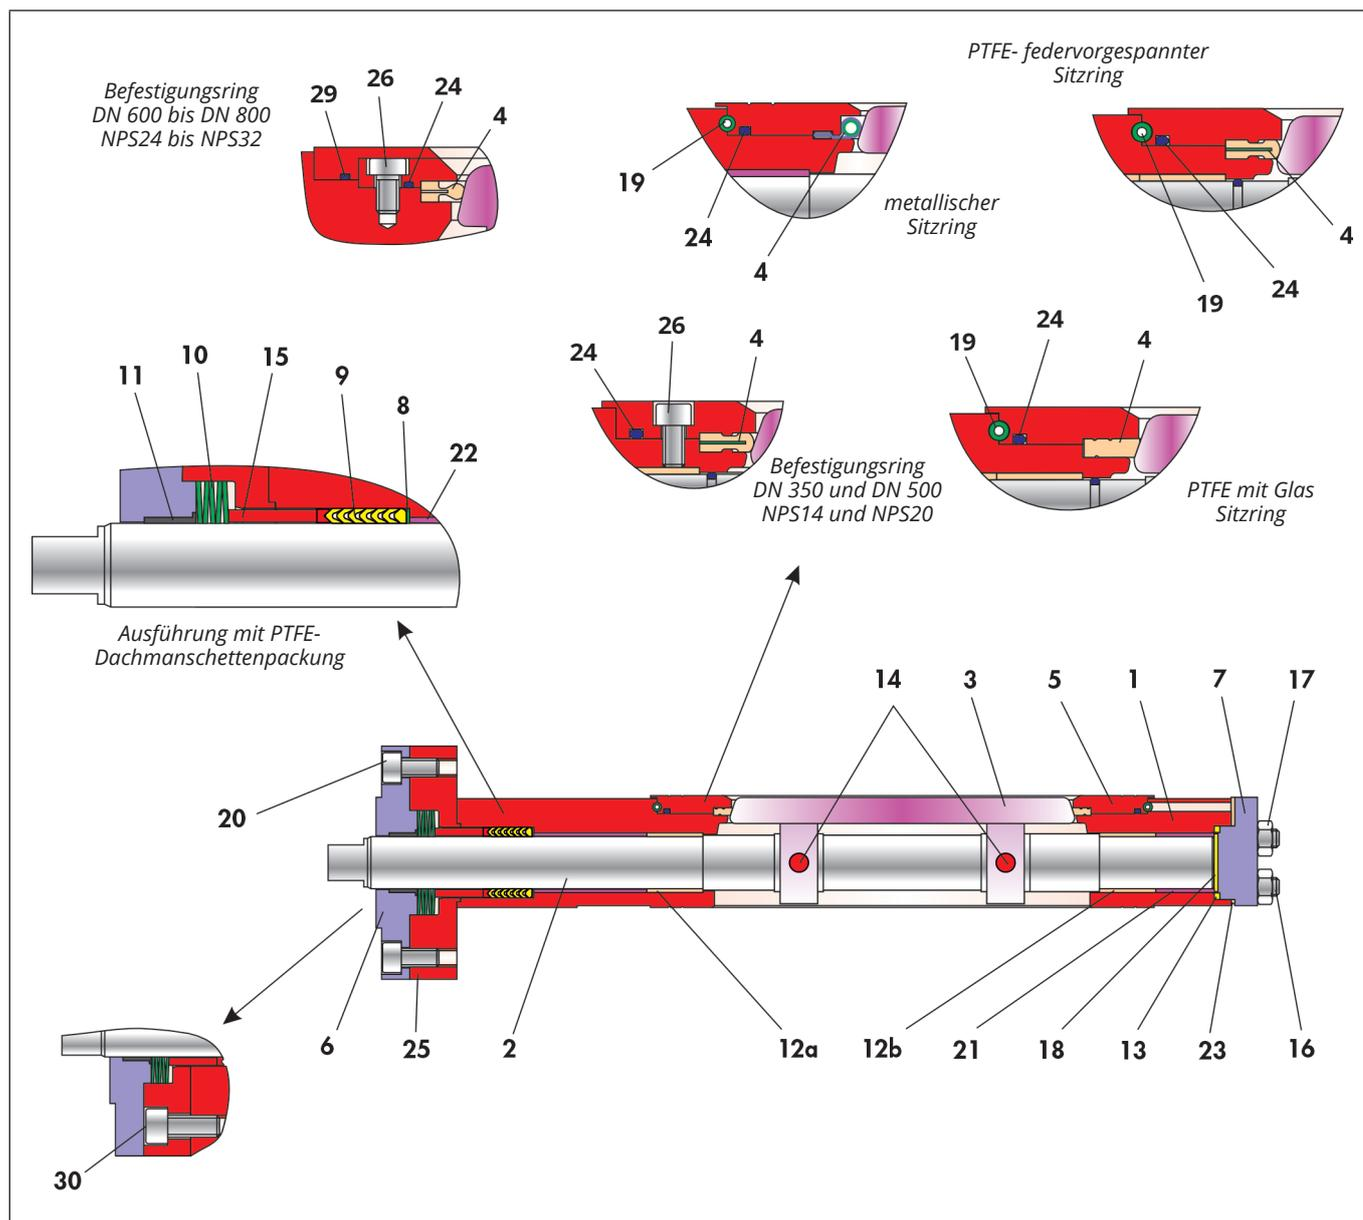

Bild 3-4: Schnittzeichnung der Klappe BR 14c mit tellerfedervorgespannter Dachmanschettenpackung
- ⇒ Scheibe (8) über das freie Wellenende an die entsprechende Stelle im Klappengehäuse schieben.
- ⇒ PTFE-Dachmanschettenpackung (9) über die Schaltwelle in die Gehäusebohrung schieben und mit einer Montagehülse andrücken. Die Anordnung der Dachmanschettenpackung ist der Schnittzeichnung Bild 3-4 zu entnehmen.
- ⇒ Druckring (15) über die Schaltwelle schieben und an die entsprechende Stelle im Klappengehäuse eindrücken.
- ⇒ Tellerfedersatz (10) einbringen. Die Anordnung der Tellerfedern ist der Schnittzeichnung Bild 3-4 zu entnehmen.
- ⇒ Lagerbuchse (11) in den Stopfbuchsflansch (6) eindrücken.
- ⇒ Der so vormontierte Stopfbuchsflansch sauber auf den Zwischenflansch stecken und mit Schrauben (20) justieren.
- ⇒ Schrauben (20) gleichmäßig und wechselseitig anziehen.